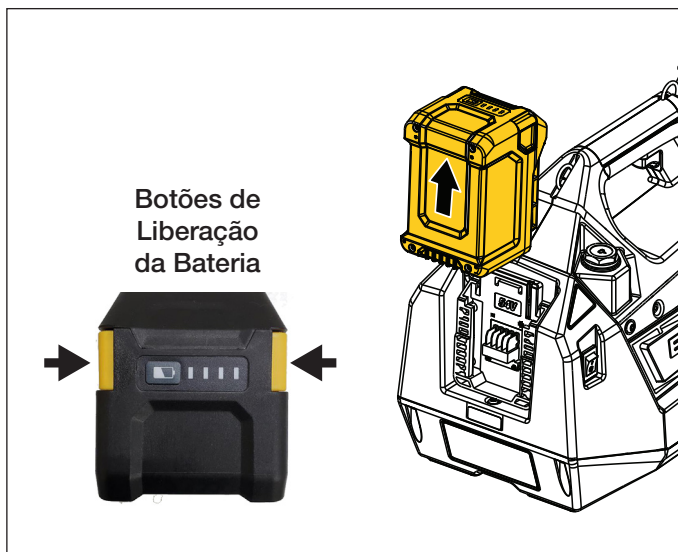

Figura 7: Bateria - Remover
- **Para remover a bateria da bomba:** Pressione e segure os botões de liberação localizados em cada lado da bateria. Em seguida, deslize a bateria para cima e remova-a da bomba. Veja Figura 7.